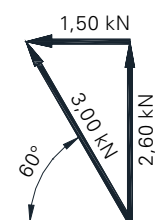

Fig. A7.04
- Componente horizontal admissível do esforço de tracção na corrente = $3 \text{ kN} \times \cos 60^\circ = 1,5 \text{ kN}$. (Fig. A7.04)